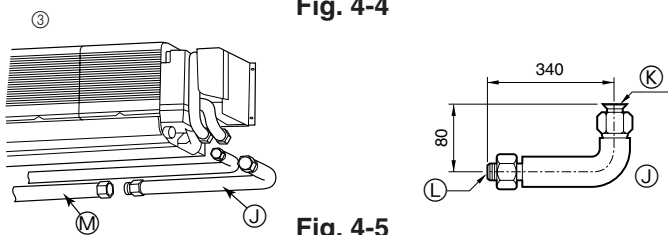

Fig. 4-5
- ③ L-formet forbindelsesrør (til gasrørføring) (Fig. 4-5)